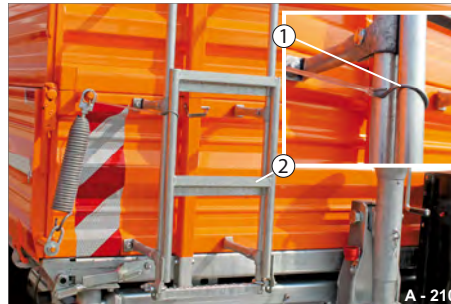

Abb. 224 Aufstiegsleiter sichern
- Haken Sie den Sicherungshaken (Abb. 224/1) um den ausklappbaren Teil (Abb. 224/2).